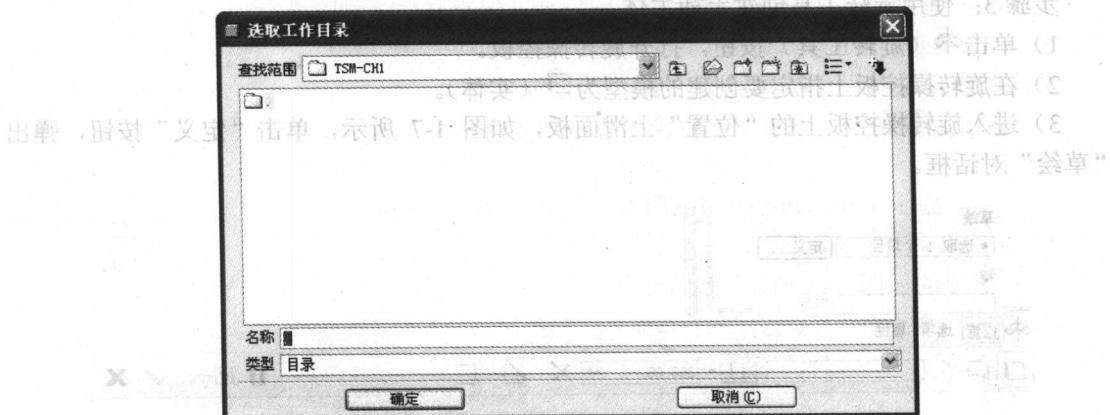

图 1-4 选取工作目录
3) 查找到将作为工作目录的文件夹, 如图 1-4 所示, 选取的工作目录为 TSM-CH1。